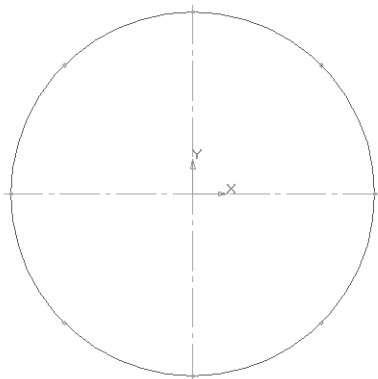

Рис. 72
- разделить окружность на 8 равных частей (начало деления верхняя точка пересечения окружности и вертикальной оси симметрии) – рис. 72;